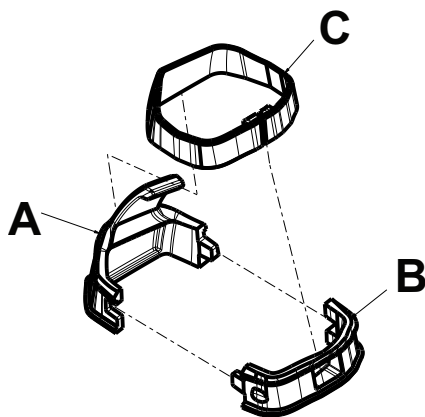

Figura 35 – Componentes do suporte de soros
2. Faça corresponder os cliques de encaixe (A e B) e segure nas duas peças do suporte de soros na pega (Figura 35).
3. Faça deslizar o anel do suporte de soros (C) à volta da pega e das duas peças do suporte de soros (Figura 35).